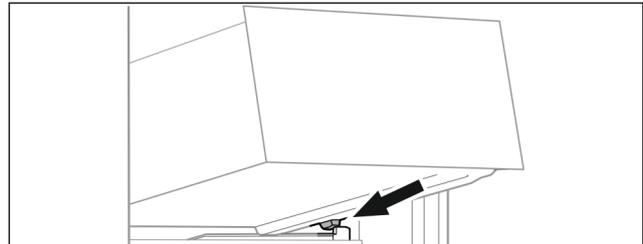

Fig. 20
- ▶ Schubfach schräg hinter den Stopperrn auf die Behälterrippe aufsetzen Fig. 20 ().